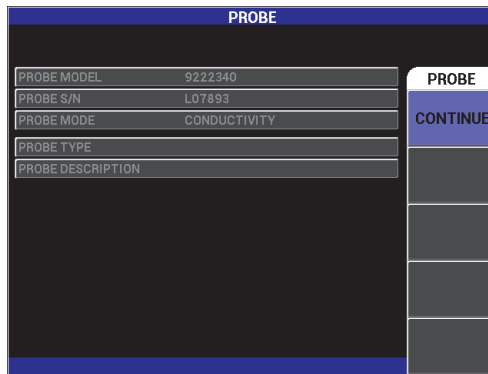

Abbildung 5-48 Funktion Leitfähigkeit
1. Verbinden Sie das Leitfähigkeitssondenkabel mit dem Anschluss PROBE des NORTEC 600, um die Leitfähigkeitsfunktion aufzurufen (siehe Abbildung 5-48 auf Seite 173).